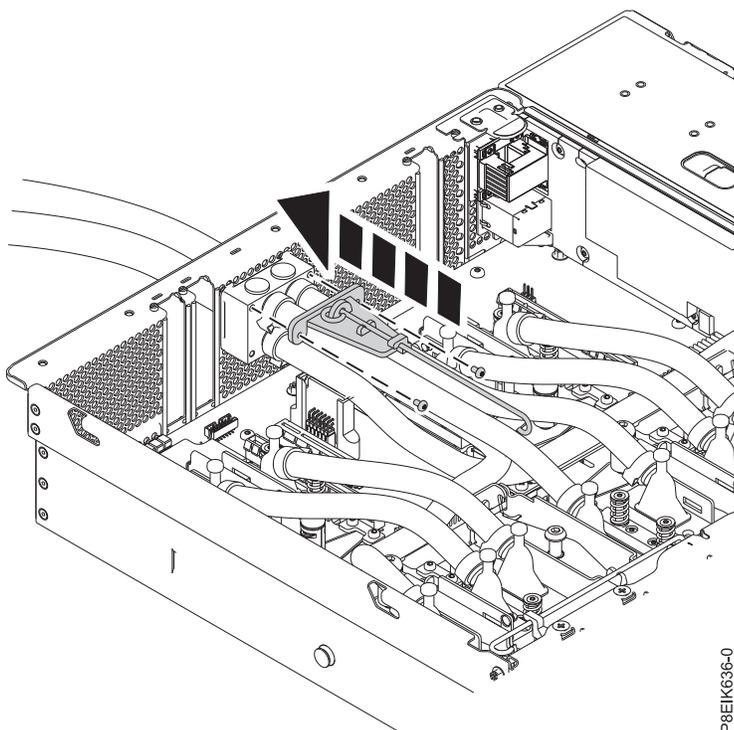

図 46. 背面の保守クリップの再取り付け
10. 背面の冷却プレート保守クリップを再取り付けして、2本のねじで固定します (図 46 を参照)。